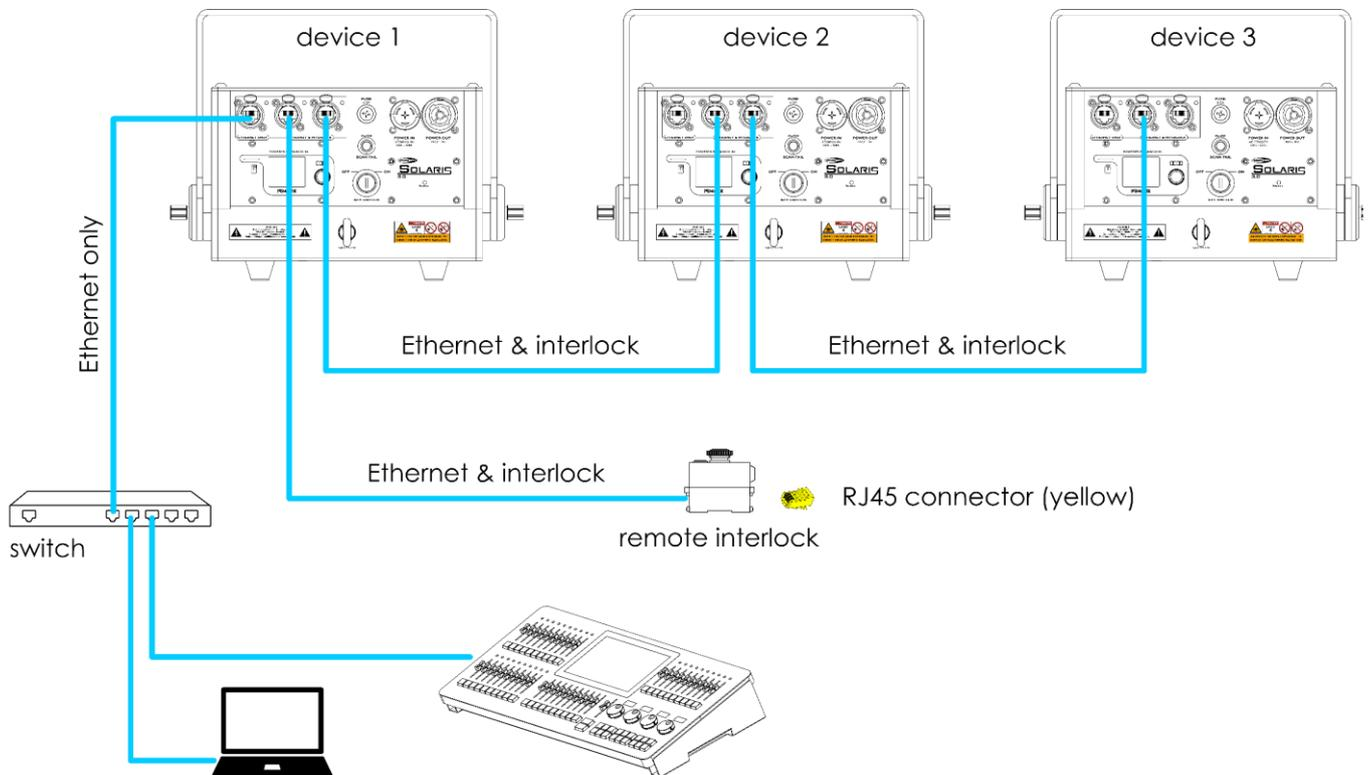

Abb. 15
In Abb. 15 sehen Sie ein typisches Setup mit mehreren Geräten. Befolgen Sie die folgenden Schritte, um das Gerät an einen Computer/Lichtcontroller, die Fernverriegelung und an andere Geräte anzuschließen:
- 01) Schließen Sie den RJ45-Anschluss des Computers/Lichtcontrollers an den **RJ45-Anschluss nur für Ethernet (09)** am ersten Gerät an. Verwenden Sie dafür ein CAT-5-CAT-5E-/CAT-6-Kabel. Für größere Setups können Sie einen Switch zwischen das erste Gerät im Setup und den Computer/Lichtcontroller schalten.
- 02) Schließen Sie den **RJ45-Anschluss (26)** der mit dem Gerät mitgelieferten Fernverriegelung an einen der **RJ45-Anschlüsse für Ethernet & Fernverriegelung (10)/(11)** am ersten Gerät im Setup an. Verwenden Sie dafür ein CAT-5-CAT-5E-/CAT-6-Kabel.
- 03) Schließen Sie den **RJ45-Anschluss für Ethernet & Fernverriegelung (10)/(11)** des ersten Geräts an den **RJ45-Anschluss für Ethernet & Fernverriegelung (10)/(11)** des zweiten Geräts an. Verwenden Sie dafür ein CAT-5-CAT-5E-/CAT-6-Kabel.
- 04) Wiederholen Sie Schritt 3, um die gewünschte Anzahl an Geräten wie in Abb. 15 zu verbinden.
- 05) Stecken Sie den mit dem Gerät mitgelieferten gelben RJ45-Stecker in den **RJ45-Anschluss (25)** der Fernverriegelung.